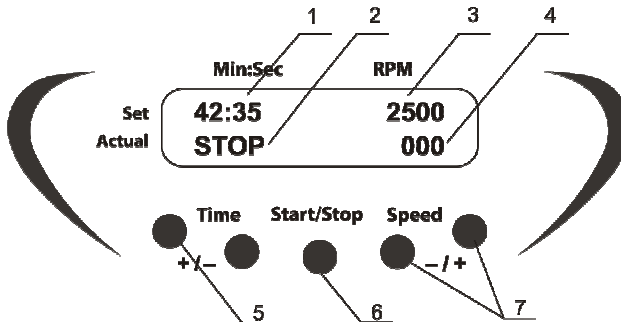

Abb. 1 Steuerung
- 4.4. Stellen Sie mit den Tasten + und - **Speed** (Geschwindigkeit) (Abb. 1/7) die gewünschte Geschwindigkeit ein (Inkrement beträgt 100 rpm). Wenn Sie die Taste länger als 2 Sek gedrückt halten, wird die Schrittweite erhöht. Der eingestellte Wert wird in der oberen Zeile des Displays angezeigt (Abb. 1/3).
- 4.5. Mit den Tasten + und - **Time** (Zeit) (Abb. 1/5) können Sie das gewünschte Arbeitszeitintervall in Minuten und Sekunden einstellen (Schrittweite 1 Min). Wenn Sie die Taste länger als 2 Sek gedrückt halten, wird die Schrittweite erhöht. Der eingestellte Wert wird in der oberen Zeile des Displays angezeigt (Abb. 1/1).
- 4.6. Drücken Sie die Taste **Start Stop** (Abb. 1/6). Die Plattform beginnt zu vortexen und der Timer beginnt, das Zeitintervall in der unteren Zeile des Displays herunter zu zählen - **Actual** (tatsächliche) (Abb. 1/2).
- 4.7. Falls die Arbeitszeit nicht eingestellt (oder zurückgesetzt) ist und das Display 00:00 anzeigt, startet durch Drücken der Taste **Start/Stop** die Zeitanzeige und das Gerät beginnt, ohne Unterbrechung bis zum erneuten Drücken der Taste **Stop/Stop** zu laufen. Der aktuelle Wert der Plattformgeschwindigkeit wird in der unteren Zeile des Displays angezeigt (Abb. 1/4).
- 4.8. Nach Beendigung des Programms (nach Verstreichen der eingestellten Zeit) stoppt die Plattformbewegung und in der unteren Zeile des Displays blinkt die Anzeige STOP, begleitet von einem akustischen Signal, das solange ertönt, bis die Taste **Start/Stop** (Abb. 1/7) gedrückt wird.